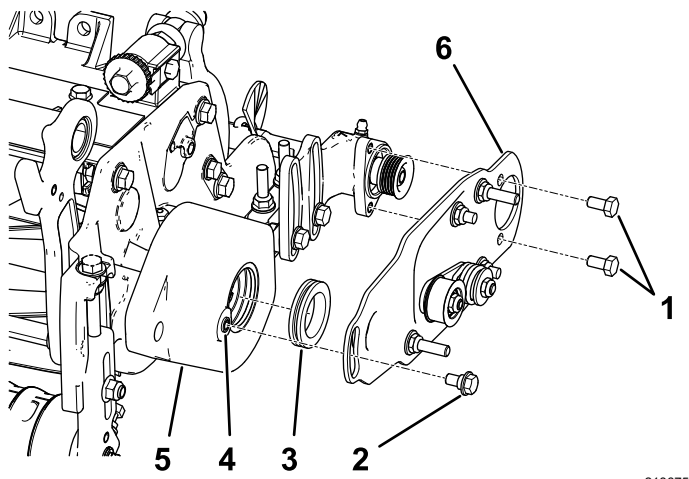

図 10
2. ローラブラシハウジングのハトメの内側にグリスを塗る 図 10。
3. 左または右ローラブラシのピボットプレートを取り付ける 図 10。
注 底部に、アイドラプリアセンブリが 図 10 のように取り付けられていることを確認してください。
4. ボルト2本 5/16 x 1/2 インチ にロッキングコンパウンドを塗り、これを使ってブラシプレートにローラブラシ用ベアリングハウジングに取り付ける 図 10。
5. ショルダボルトをねじ込む前に、タップ5/16-18を使ってローラブラシハウジングのねじ山についているペイントを完全に除去する 図 10。
6. ショルダボルトにロッキングコンパウンドを塗布する 図 10。
7. ショルダボルトを使って、ブラシプレートをローラブラシハウジングに取り付ける 図 10。